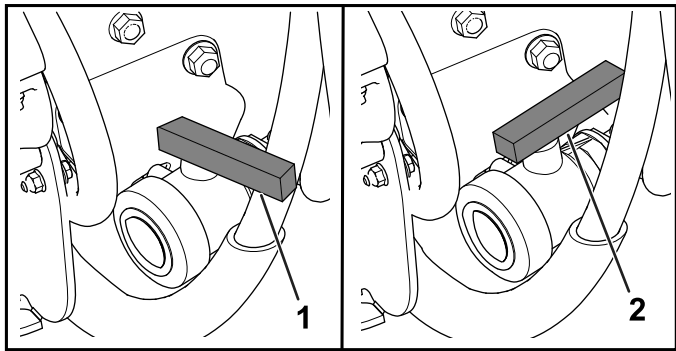

Bild 86
3. Öffnen Sie das Ventil und lassen alle nicht verwendete Lösung aus dem Behälter (Bild 86) aus.
4. Schließen Sie das Abflussventil (Bild 86).